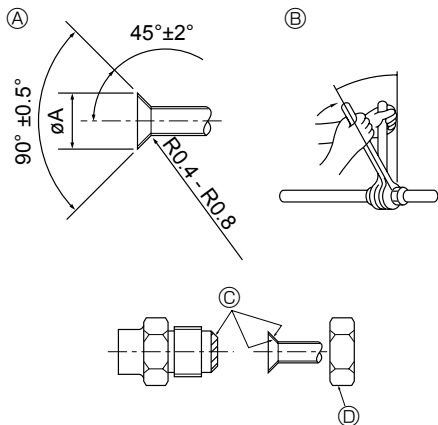

Fig. 4-1
4.1. Tubos de ligação (Fig. 4-1)